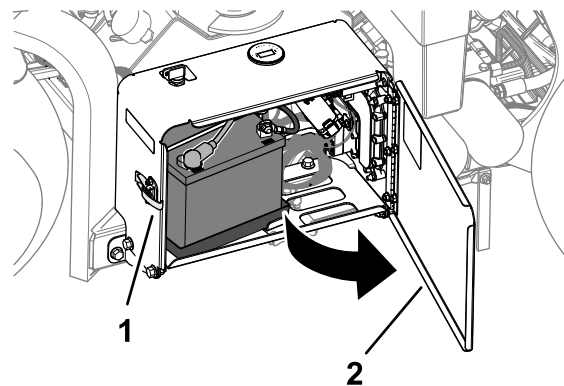

Figure 13
1. Déverrouillez et ouvrez la porte du compartiment de la batterie (Figure 13).